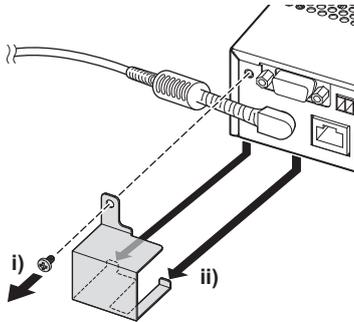

Figura 1
- 2) Desmonte el soporte de fijación del adaptador de CA. **(Figura 1)**